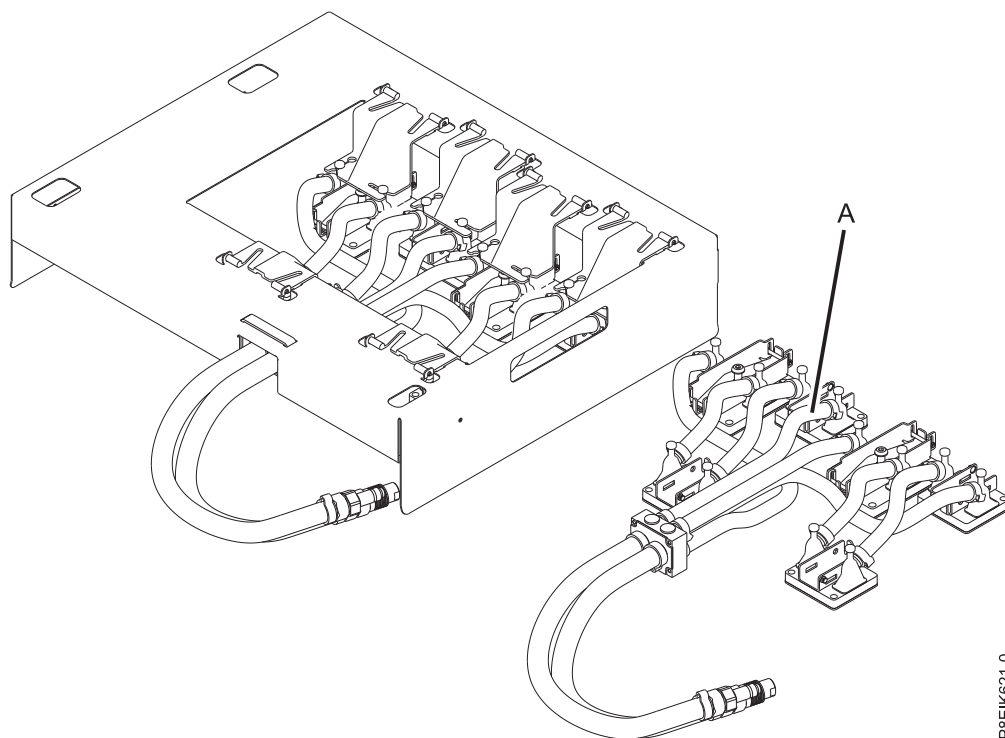

Figura 21. Colocación del conjunto de placa refrigeradora de repuesto junto a la portadora de instalación de la placa refrigeradora
- En la mesa de trabajo, coloque el conjunto de placa refrigeradora de repuesto (A) junto a la portadora de instalación de la placa refrigeradora, como se muestra en la Figura 21 en la página 19.